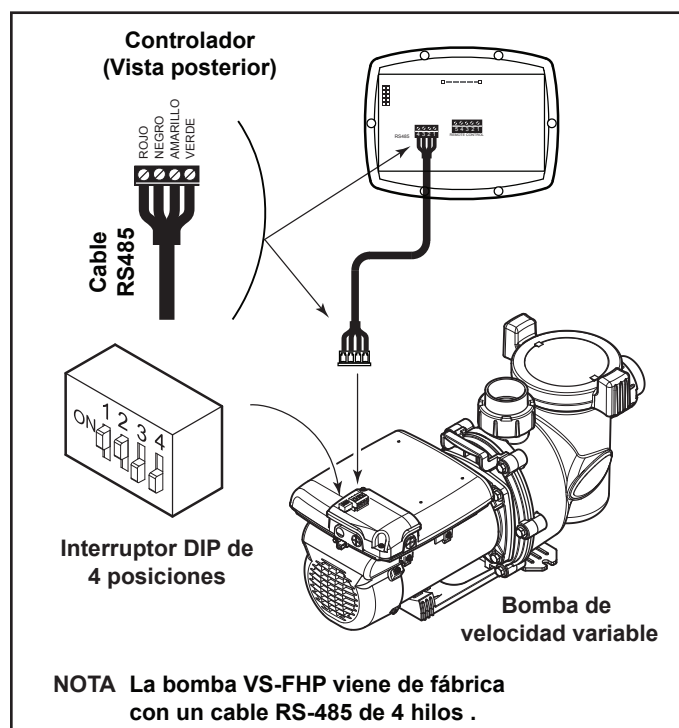

Figura 9. Cableado del controlador de velocidad (JEP-R) a la bomba VS-FHP
4. Inserte los cuatro (4) cables del cable RS-485 al conector RS-485. Haga coincidir los colores de los cables con las posiciones del conector de la siguiente manera: 1- rojo, 2- negro, 3- amarillo y 4- verde. Vea las figura 9.
6. Deslice los interruptores DIP 1 y 2 arriba, quedando en la posición “ON” (de encendido) y los interruptores DIP 3 y 4 hacia abajo, quedando en la posición “OFF”(apagado). Véase Figura 9.